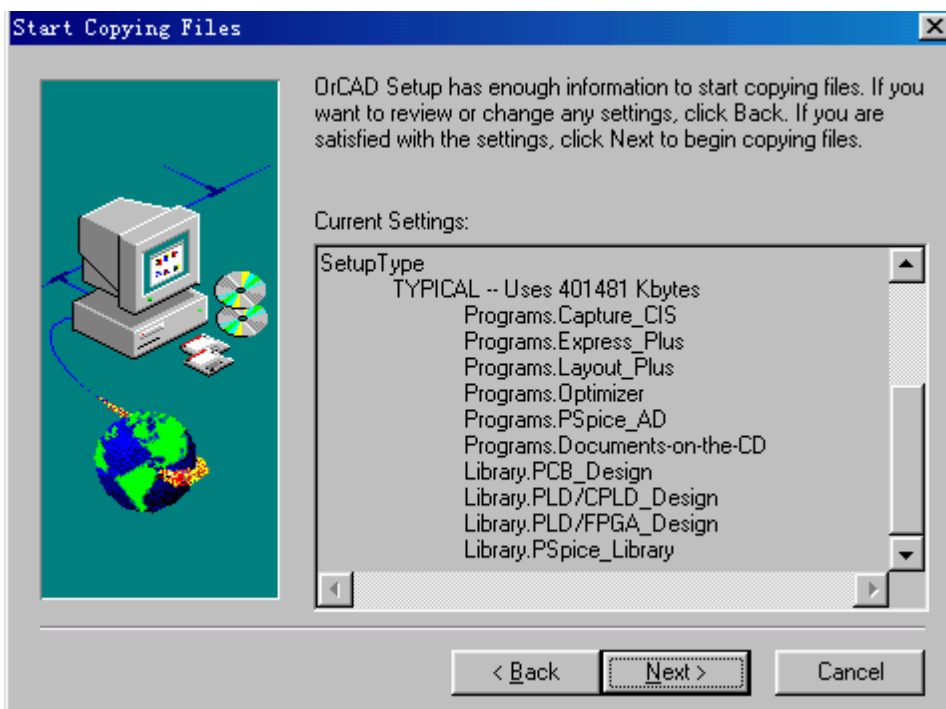

图 A-11 安装的程序和元件库
再按下 **Next >** 按钮，安装软件开始将OrCAD拷贝到硬盘中，接着出现的对话不愿细看一律回答“是 (Y)”或按下 **Next >** 按钮即可，如图A-11、A-12、A-13、A-14等。